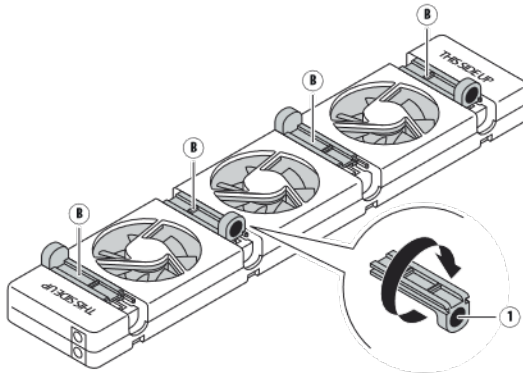

Fig. 5 - volver a posicionar los imanes ajustables en el SpeedComfort (A).
1. Gire los **imanes ajustables (B)** de modo que el **imán (1)** quede en la parte superior (véase Fig. 5). Retire el bloque que está enfrente de los imanes ajustables en la carcasa. Desechar el bloque como residuo plástico.
2. Ajuste los **imanes ajustables (B)** al ancho correcto.
3. Repita los pasos 1-7 como para el radiador ancho. Utilice los **imanes ajustables (B)** para colgar el **SpeedComfort (A)** entre las placas (véanse las fig. 5 y 6). Puede alinear el **SpeedComfort** en la parte frontal del radiador.